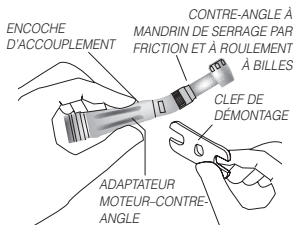

FIG. 3
- Insérez la clef de démontage de contre-angle, pièce StarDental n° 203048, fournie avec chaque contre-angle, dans l'encoche d'accouplement sur le col du contre-angle ; serrez fermement. (Fig. 3)